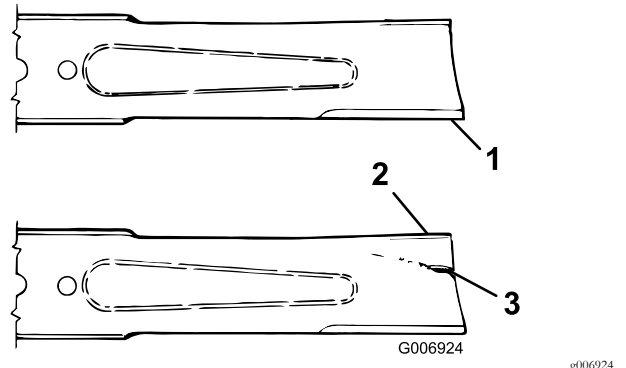

Bild 66
3. Prüfen Sie die Schnittkanten des Messers sorgfältig, insbesondere dort, wo die geraden Flächen die gebogenen berühren (Bild 66).
4. Wenn Sie Abnutzungen (Bild 66) feststellen, sollten Sie das Messer auswechseln, siehe Warten des Messerniveaus (Seite 55)